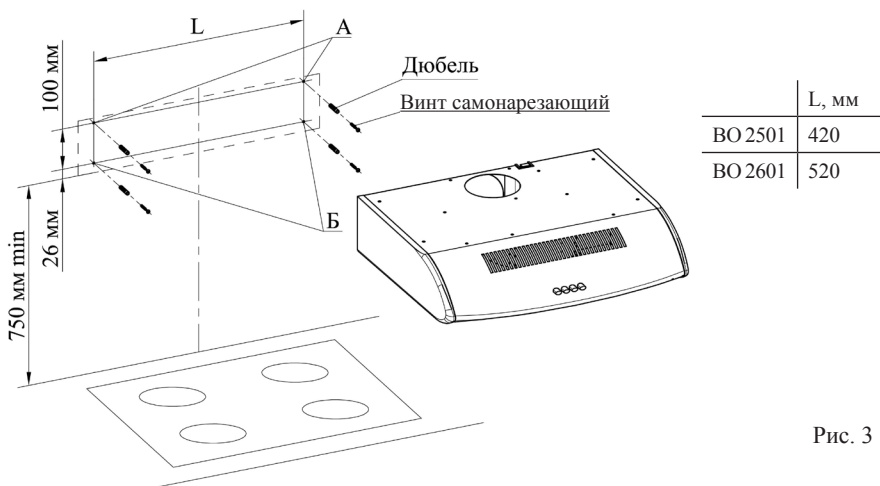

Рис. 3
РОВНУЮ ПОВЕРХНОСТЬ (рис. 3).
- 6.3 С учетом установочной высоты и центральной линии разметьте на стене отверстия (А и Б) (рис. 3).
- 6.4 Просверлите отверстия (А и Б) диаметром 8 мм на глубину 50 мм (рис. 3).
- 6.5 В отверстия вставьте дюбели согласно рис. 3 и по отверстиям А заверните не до упора два винта самонарезающих, на которые навесьте воздухоочиститель со снятыми фильтром металлическим (крышкой).